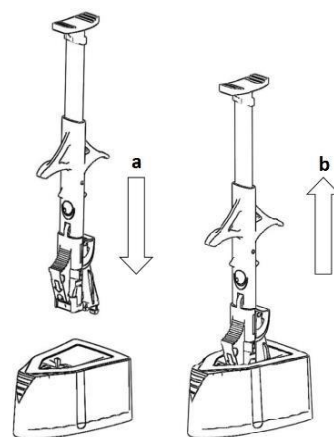

Fig.2
4. Per un corretto posizionamento, allineare le frecce riportate sulla sicura rossa dell'iniettore e sul contenitore aperto, contenente la IOL. Inserire l'iniettore con un movimento deciso verso il basso fino a quando non scatta, come illustrato in Fig. 2/a.
Estrarre l'iniettore come illustrato in Fig. 2/b e verificare che il supporto della lente sia innestato.